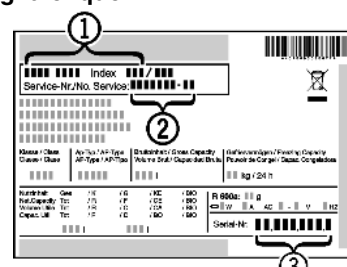

Fig. 42
- Consulter la désignation de l'appareil Fig. 42 (1), le N° de service Fig. 42 (2) et le N° de série Fig. 42 (3) sur la plaque signalétique. La plaque signalétique se trouve à l'intérieur de l'appareil, sur le côté gauche.